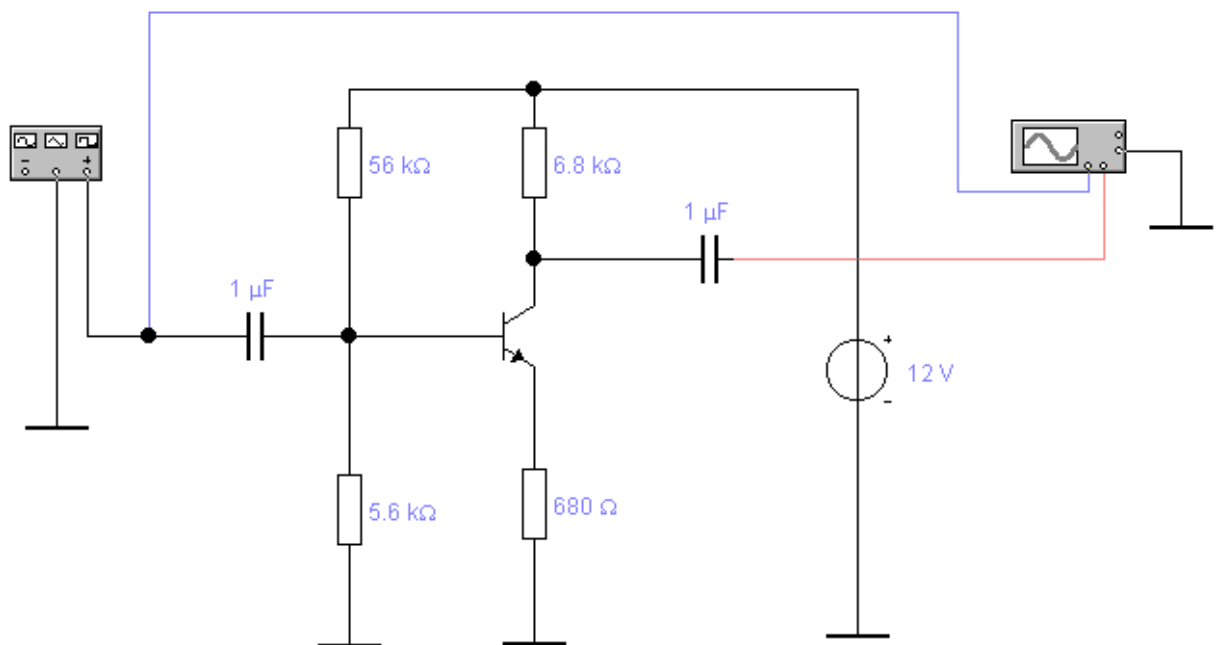

Рис. 3 Схема усилителя с общим эмиттером
2. Собрать принципиальную схему усилителя с общим эмиттером рис. 3.